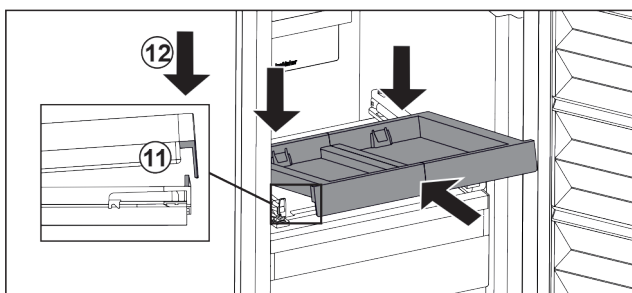

Fig. 84
- ▶ Zasuňte ju šikmo. Dbajte na to, aby sa na oboch stranách doraz nachádzal za sponou. Fig. 84 (11)
- ▶ Zložte vyťahovaciu poličku vpredu. Fig. 84 (12)